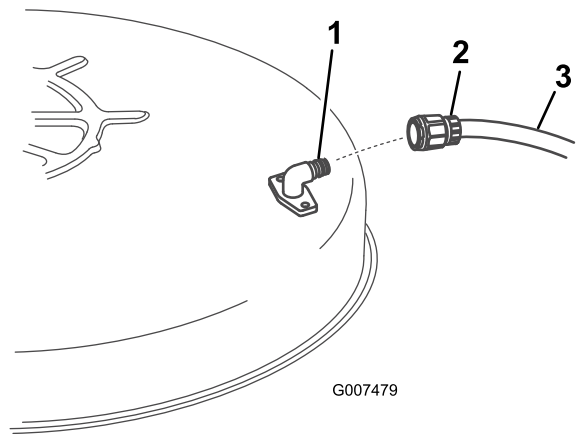

Figura 36
5. Conecte el acoplamiento de la manguera al extremo del conector de lavado del cortacésped, y abra el grifo al máximo (Figura 36).